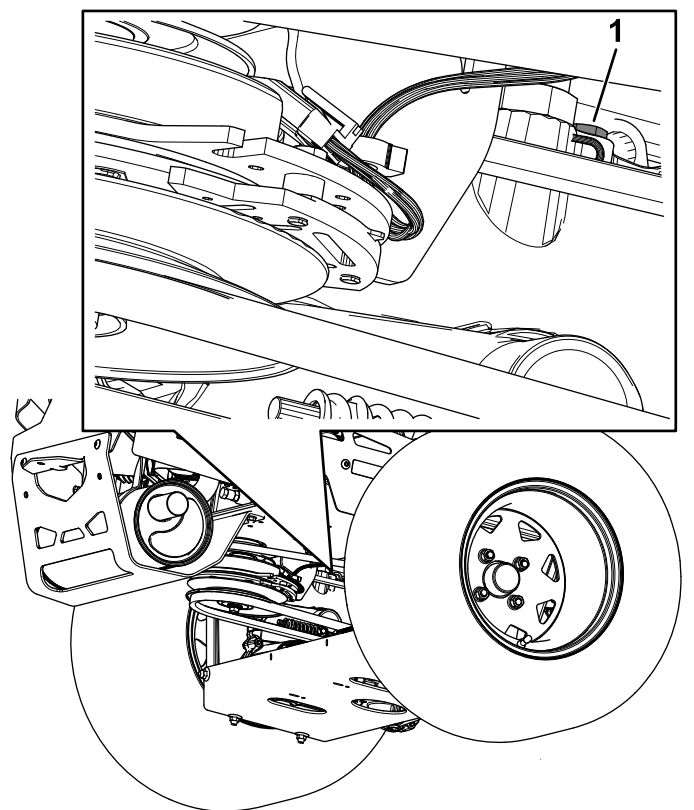

Figure 91
- **Système hydro ZT 5400** : utilisez une clé de 7/16 pouce pour accéder au bouchon d'aération par le dessous de la machine (Figure 91).